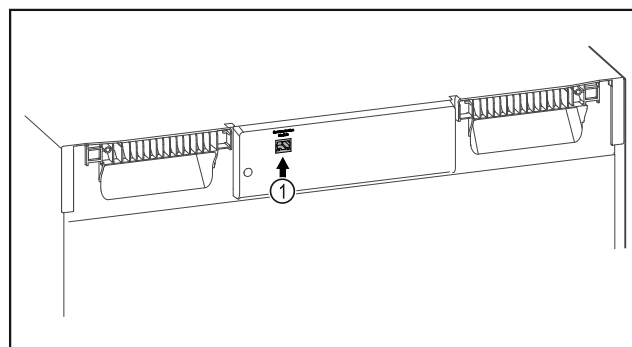

Fig. 140
- Използва се SmartModule Fig. 140 (1).